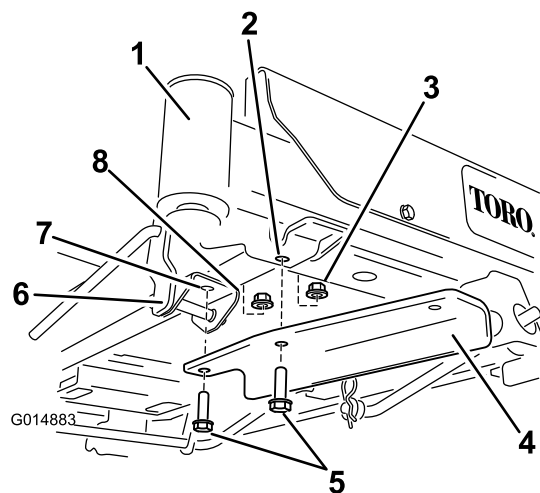

Figura 7
- Máquinas con pedal de elevación asistida: Las arandelas no serán necesarias. En su lugar, retire los herrajes delanteros del soporte del pedal de elevación asistida. Sujete el soporte usando dos pernos y dos contratuercas (Figura 7). Utilice una contratuerca de las piezas sueltas y otra de las retiradas anteriormente.